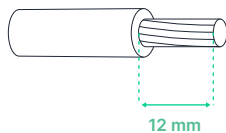

Fig. 7 - La longueur de dénudage pour chacun des 3 fils du câble d'alimentation
13. Coupez 12 mm d'isolant pour chacun des 3 fils du câble d'alimentation. (**Fig. 7 - pag. 19**)